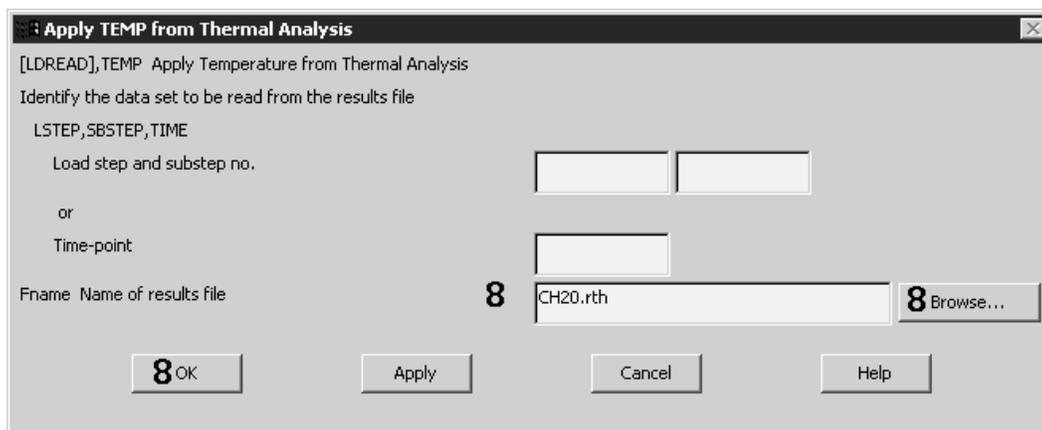

图 12.42 指定温度分析结果文件
7. 施加温度载荷。选取菜单路径 Main Menu | Solution | Define Loads | Apply | Structural | Temperature | From Therm Analy, 将弹出 Apply TEMP from Thermal Analysis (施加从热分析所得的温度载荷)对话框, 如图 12.42 所示。
CH20.rth，单击 **打开(O)** 按钮。或直接在图 12.42 所示对话框中输入文件名